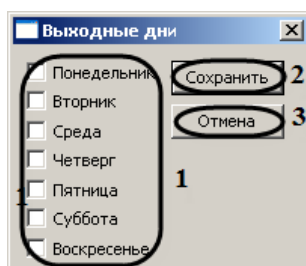

Рис. 3.3—10 Настройка рабочих дней
3. Для переопределения рабочего дня в выходной день необходимо установить флажок в соответствующий день недели (см. Рис. 3.3—10, 1).
4. Для сохранения внесенных изменений необходимо нажать кнопку **Сохранить** (см. Рис. 3.3—10, 2).